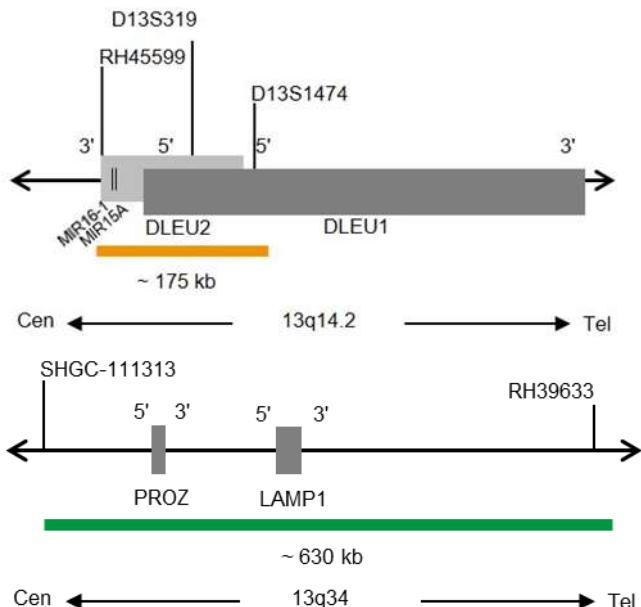

Fig. 1 : En haut : carte des sondes SPEC D13S319, en bas : Carte des sondes SPEC 13q34 (pas à l'échelle)
- Polynucléotides marqués au ZyOrange (excitation 547 nm/émission 572 nm) (~4,5 ng/μl), qui ciblent des séquences cartographiées en 13q14.2\* (chr13:50,607,438-50,781,256) hébergeant la région du gène D13S319 (voir figure 1).
- Polynucléotides marqués au ZyGreen (excitation 503 nm/émission 528 nm) (~10,0 ng/μl), qui ciblent une séquence de 13q34\* (chr13:113,691,216-114,323,467) (voir figure 1).